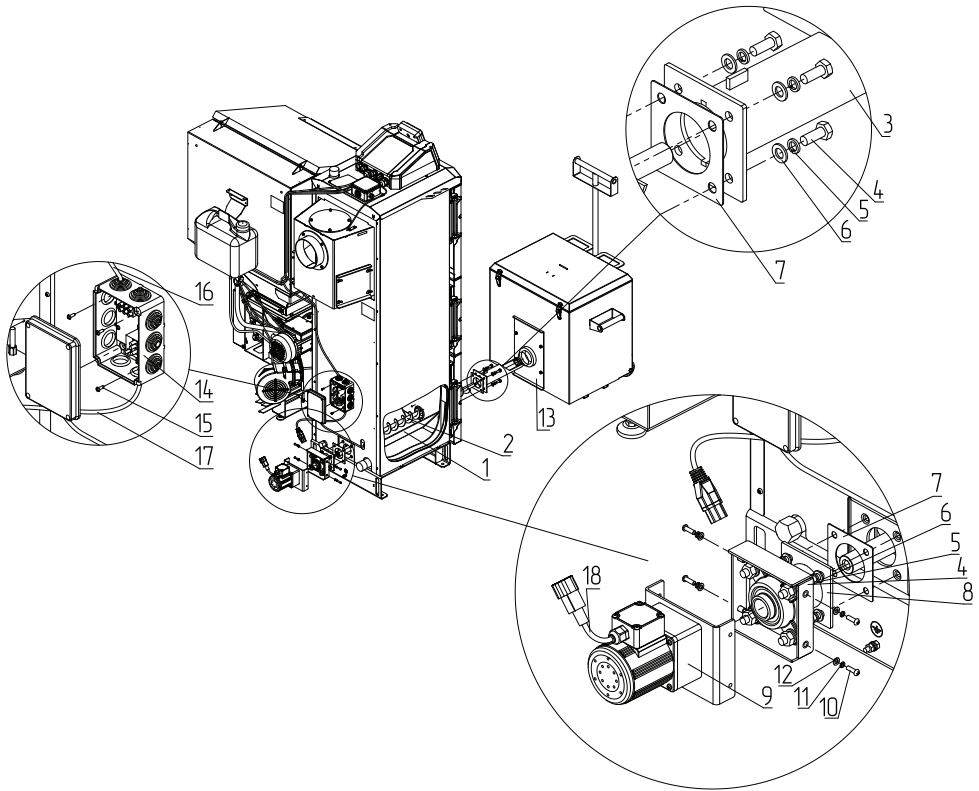

Рис.1 Монтаж механизма золоудаления ZOTA Pellet Black 16-45 кВт
3. Установите скат золоудаления (**Рис.1, поз.1**) в область зольника;
4. Вставьте шнек золоудаления (**Рис.1, поз.2**) в котел, как показано на **Рис.1**;
5. Установите патрубок (**Рис.1, поз.3**) через прокладку (**Рис.1, поз.7**) с помощью крепежа (**Рис.1, поз.4, поз.5, поз.6**);
Вал шнека должен заходить во втулку патрубка (**Рис.1, поз.3**).
6. Установите адаптер двигателя (**Рис.1, поз.8**) через прокладку (**Рис.1, поз.7**) с помощью крепежа (**Рис.1, поз.4, поз.5, поз.6**);
7. Установите двигатель (**Рис.1, поз.9**) на адаптер (**Рис.1, поз.7**) с помощью крепежа (**Рис.1, поз.10, поз.11, поз.12**);
8. Закрепите распределительную коробку (**Рис.1, поз.14**) на заднем кожухе с помощью саморезов (**Рис.1, поз.15**);
10. Соедините жгут подключения (**Рис.1, поз.17**) со жгутом двигателя (**Рис.1, поз.18**);
11. Установите внешний зольный ящик (**Рис.1, поз.13**), отрегулировав фланец по нужной высоте.